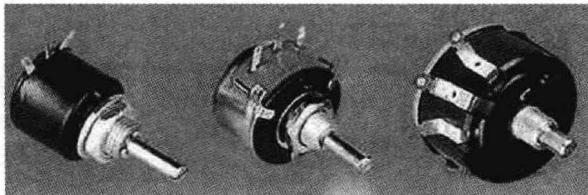

图 1-8 线绕电位器
**1. 线绕电位器** 实物如图 1-8 所示，它又可分为通用线绕电位器、精密线绕电位器、大功率线绕电位器和微调线绕电位器。精密电位器输出特性精度较高，阻值精度也较高，主要用作电动车的无级调速。微调电位器带有慢转机构，主要用作电流、电压的微量调节。